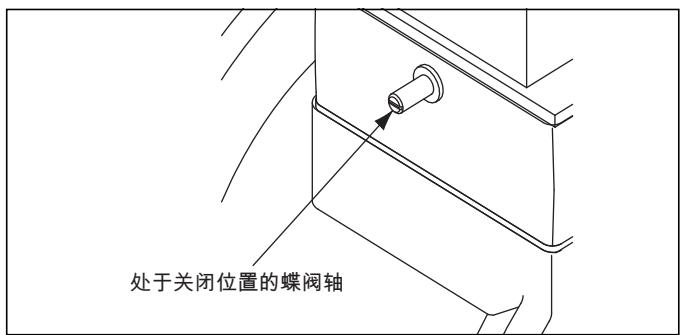

图 4.5. 空气蝶阀轴
- b. 在蝶阀轴的终端有一个平行于风挡（风阀）的沟槽。此沟槽用于蝶阀位置的目视指示。当轴槽垂直于通过蝶阀的空气流量方向时，蝶阀关闭。参见图 4.5。